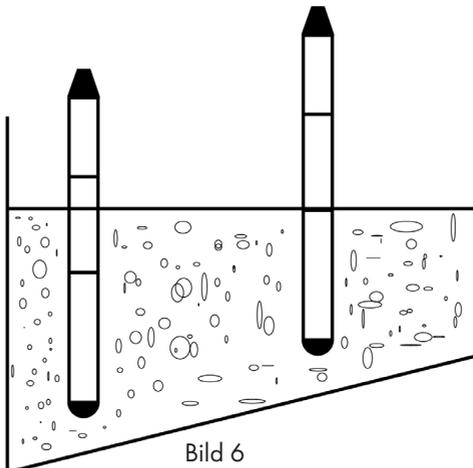

Bild 6
- Vid komprimering av vertikala betonglager på en lutande formnivå, börja vid den lägsta punkten. (Bild 6)